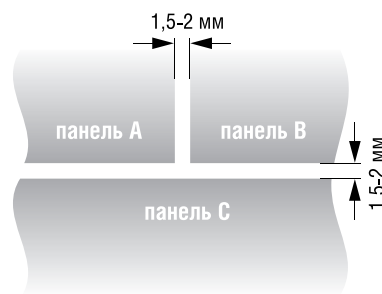

рис. 5
- В процессе монтажа нельзя плотно прижимать каждую последующую верхнюю панель к нижней. Зазор должен составлять 1,5-2 мм по высоте и ширине (рис. 5). Все температурные компенсаторы уже есть на панели, главное, их не повредить в процессе монтажа.